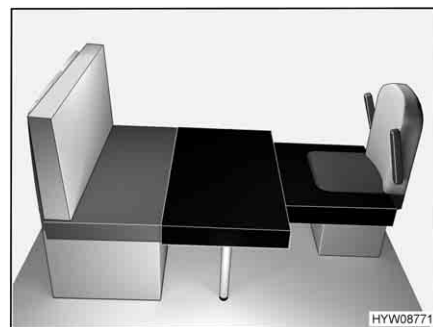

Fig. 78 Dopo la trasformazione
- Posizionare il cuscino aggiuntivo rettangolare davanti al cuscino del sedile del divano, sul tavolo, come illustrato nella Fig. 78.